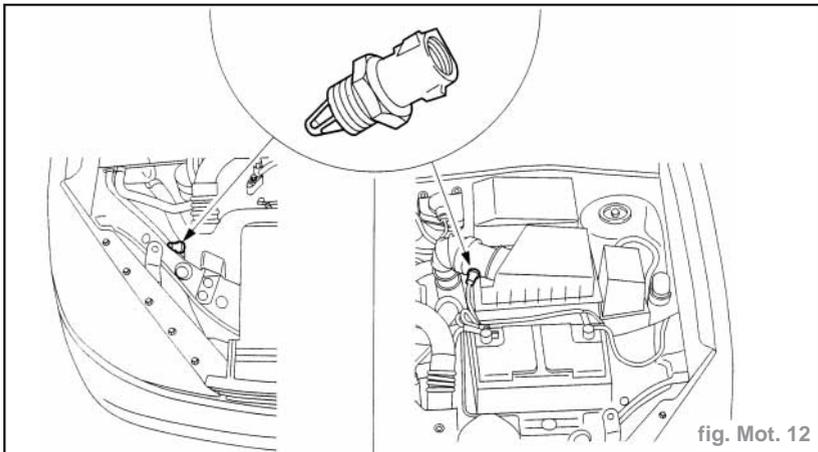

fig. Mot. 12
- Le moteur Endura-Di est équipé de deux sondes qui mesurent des températures d'air d'admission différentes : (fig. Mot. 12) :